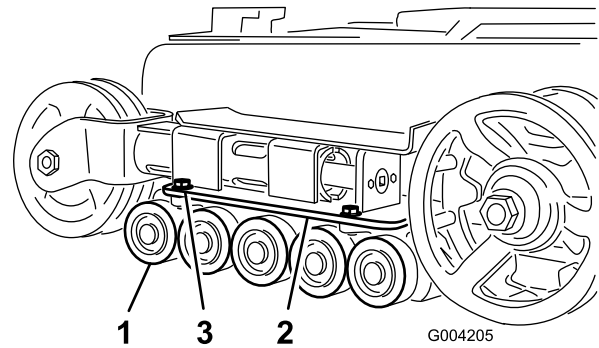

Figura 45
2. Rimuovere i 4 bulloni che fissano ciascuna guida inferiore dei cingoli che contiene le ruote non motrici e rimuoverle (Figura 45).